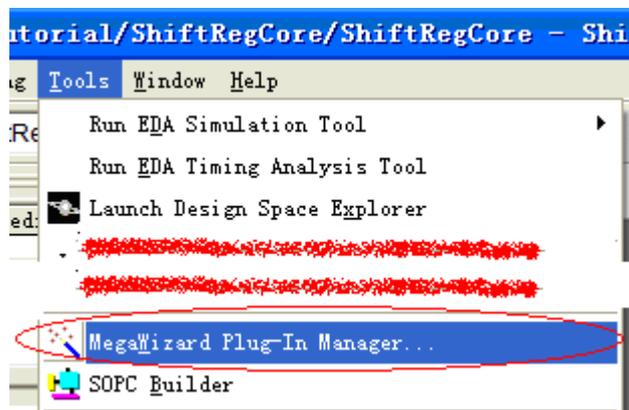

图 5-1 MegaFunction 菜单
3. 用 MegaFunction 创建移位寄存器模块, 首先点击菜单项 Tools->MegaWizard Plug-In Manager...。如图 5-1。